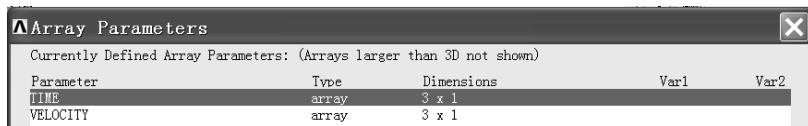
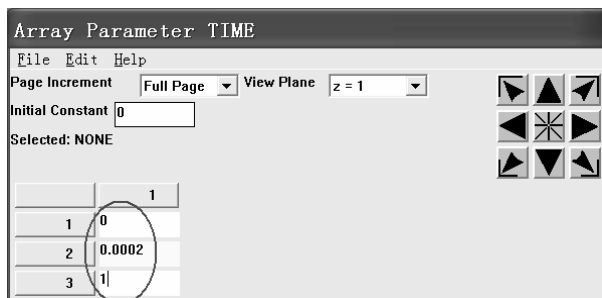

图 5-14 “Array Parameters” 窗口
图 5-15 “Array Parameter TIME” 窗口
(4) 单击“Array Parameters”窗口中的“TIME”, “TIME”背景变为蓝色, 表示被选中(见图 5-14), 然后单击“Edit...”按钮, 弹出“Array Parameter TIME”窗口(见图 5-15)。